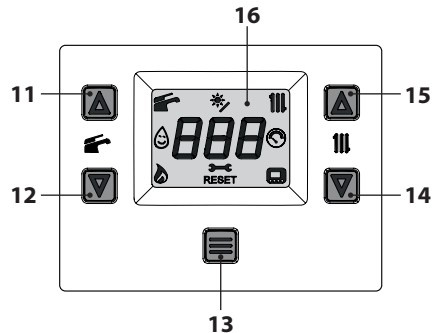

Figura 5.65
- Entrare in "modalità programmazione" premendo contemporaneamente per 5 secondi i tasti 12 e 14 (Figura 5.65) fino a far apparire sul display LCD le lettere **HiS** che indicano il menu "Storico delle caldaia" (Figura 5.66).
- Premere per 1 sec. il tasto 13 (Figura 5.65) per entrare nel parametro selezionato. Il display visualizzerà quanto segue (Figura 5.69).
- Premendo il tasto 13 (Figura 5.65) si ottiene la conferma del valore inserito. Il display visualizzerà per 5 sec. quanto segue (Figura 5.70) poi, si porterà al livello superiore.
- Premendo contemporaneamente i tasti 12 e 14 (Figura 5.65) si esce senza modificare il valore (ritorno al livello precedente).
- tenere premuti contemporaneamente i tasti 12 e 14 per 5 sec. (Figura 5.65) (ritorno al livello precedente).